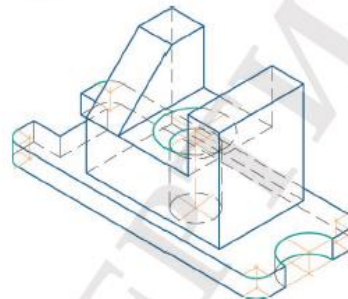
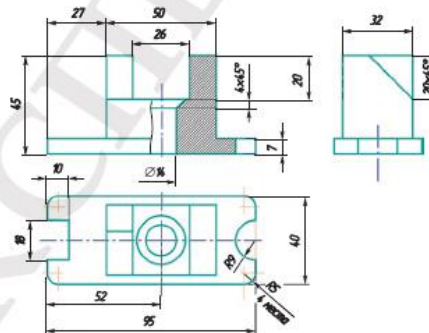

Рис. 6.7. Опора, материал сталь 45. Изометрическая проекция
Рис. 6.8. Опора. Чертеж
1) По изометрической проекции (рис. 6.7) и чертежу (рис. 6.8) создайте *Деталь* Опора.m3d.